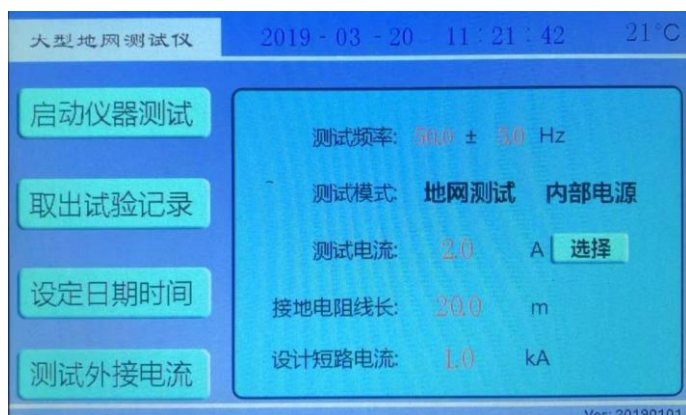
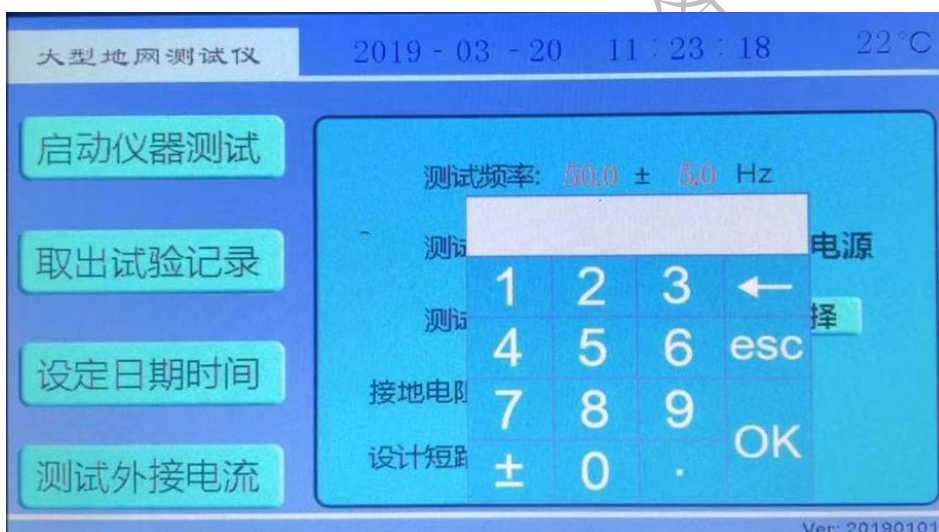
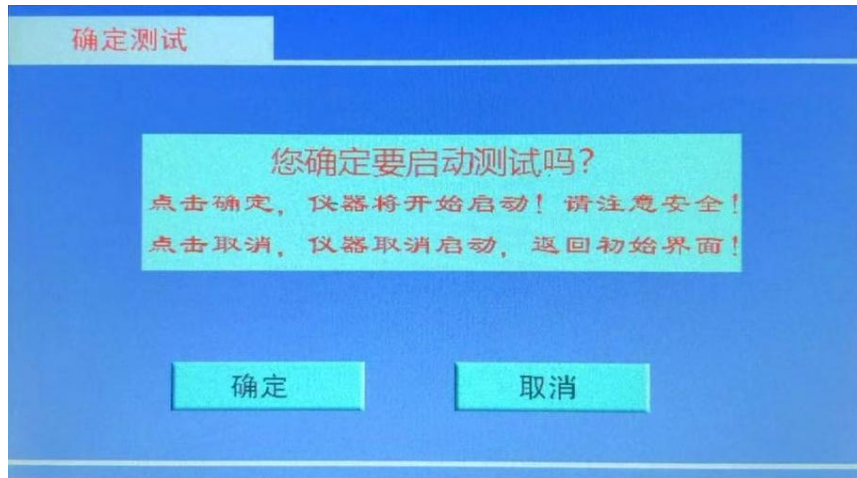

图 5 开机界面
图9 红色数字参数修改界面
图 10 测试确认界面
1. 打开电源开关，计算机进行自检，几秒钟后，液晶屏显示中文主菜单如图 5 所示，表示自检成功。
7) 开机界面(图5)下, 红色数字的修改。如测试频率等项目, 只需要使用触屏笔或手指点击, 就可弹出数字键盘, 然后修改即可。(图9)
在开机界面(图 5)下, 测试模式选择**地网测试**，使用触屏笔或手指点击启动**仪器测试**, 出现测试确认界面（图 10）：
点击**确定**, 将开始升流测试. **请确认已经接好测试线**. 此时将出现**地网测试**界面(图 11)。点击**取消**, 仪器将返回开机界面(图 5)。
此时按下**退出**, 返回到开机界面(图 5)。按下**打印**, 打印出结果。
在开机界面(图 5)下，测试模式选择**接地电阻**，（线长一般选择 20 米）使用触屏笔或手指点击**启动仪器测试**，出现测试确认界面（图 14）：
点击**确定**，将开始升流测试。请确认已经接好测试线。此时将出现**接地电阻测试界面**(图 15)。点击**取消**，仪器将返回开机界面(图 5)。
在开机界面(图 5)下, 测试模式选择**跨步电压**, (短路电流一般为 1kA) 使用触屏笔或手指点击**启动仪器测试**, 出现测试确认界面 (图 18) :
点击**确定**, 将开始升流测试. **请确认已经接好测试线**. 此时将出现**跨步电压测试界面**(图 19)。点击**取消**, 仪器将返回开机界面(图 5)。